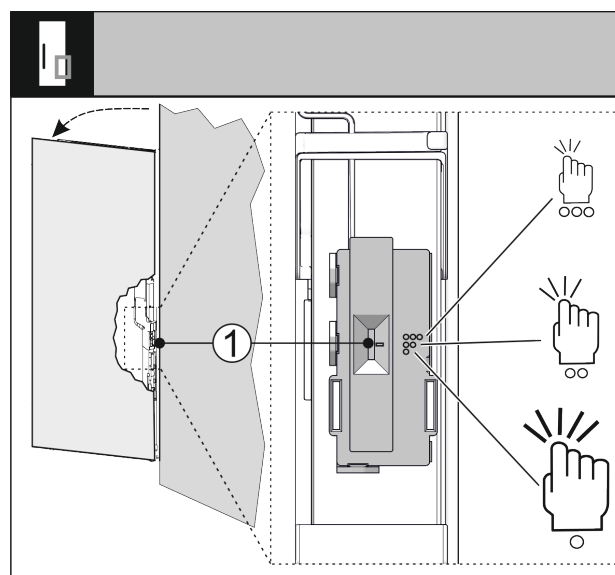

Fig. 32
Vous pouvez régler la sensibilité du capteur de frappe à l'aide d'un interrupteur Fig. 32 (1). L'interrupteur se situe du côté des charnières, dans le tiers inférieur de la porte.
- ▶ Pousser l'interrupteur *Fig. 32 (1)* dans la position souhaitée.